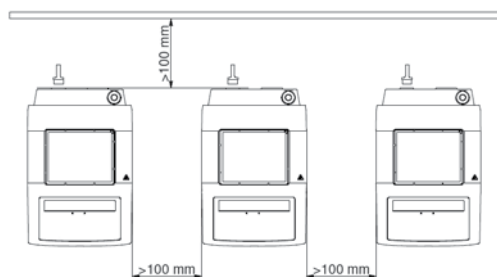

Рис. 2
- Соблюдайте минимальные расстояния между приборами, между прибором и стеной, а также над конструкцией (не менее 800 мм), см. рис. 2.